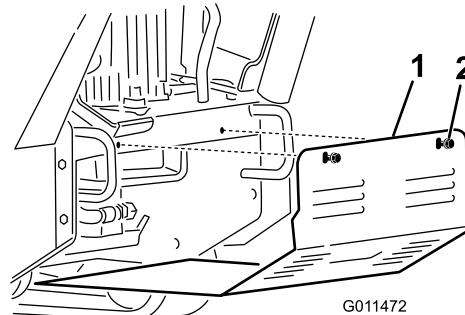

Figure 27
2. Desserrez l'un après l'autre les 2 boulons qui fixent le panneau de protection inférieur jusqu'à ce qu'il se détache (Figure 27).
2. Glissez le panneau dans la machine jusqu'à ce qu'il repose sur les 4 languettes (Figure 27).